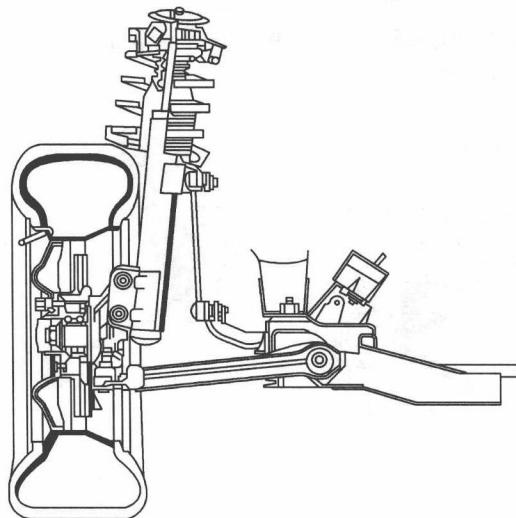

图 1-9 滑柱摆臂式(即麦弗逊式)独立悬架
对于滑柱摆臂式独立悬架(图 1-9)，若滑柱上端的转轴轴承不良，则会造成所谓的转轴磨损的记忆偏行。其现象是，当汽车向右转，汽车会向右跑偏；当汽车向左转，汽车会向左跑偏，如同汽车有记忆一样。排除方法是更换转向轴承。
3) 发动机横置前轮驱动的中型、小型轿车前轴悬架大都采用滑柱摆臂式独立悬架(图 1-9)。后轴有的采用拖曳臂式半
滑柱摆臂式独立悬架如图 1-9 所示。